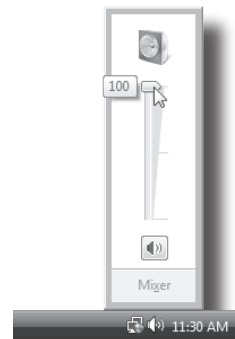

Abb. 8
5. Um den Pegel einzustellen, klicken Sie auf das Lautsprechersymbol und ziehen den Volume Slider (Abb. 8).